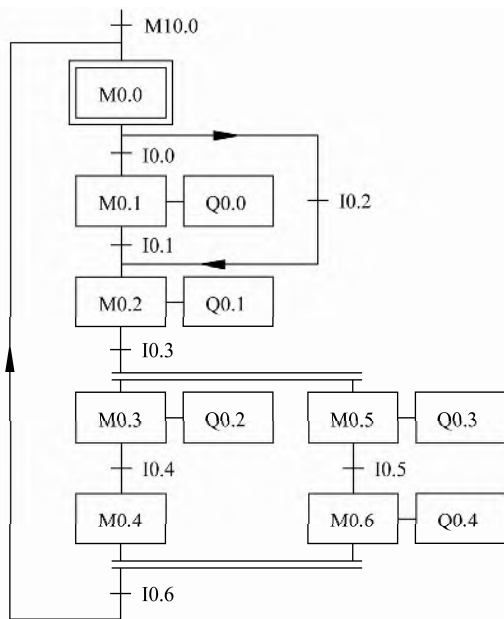

图 6-7 选择序列和并行序列功能图
4) 选择序列和并行序列的综合 如图 6-7 所示, 步 M0.0 之后有一个选择序列的分支, 设 M0.0 为活动步, 当它的后续步 M0.1 或 M0.2 变为活动步时, M0.0 变为不活动步, 即 M0.0 为 0 状态, 所以应将 M0.1 和 M0.2 的常闭触点与 M0.0 的线圈串联。
步 M0.0 之前有一个并行序列的合并, 该转换实现的条件是所有的前级步 (即 M0.4 和 M0.6) 都是活动步和转换条件 I0.6 满足。由此可知, 应将 M0.4、M0.6 和 I0.6 的常开触点串联, 作为控制 M0.0 的启保停电路的启动电路。图 6-7 所示的功能图对应的梯形图如图 6-8 所示。